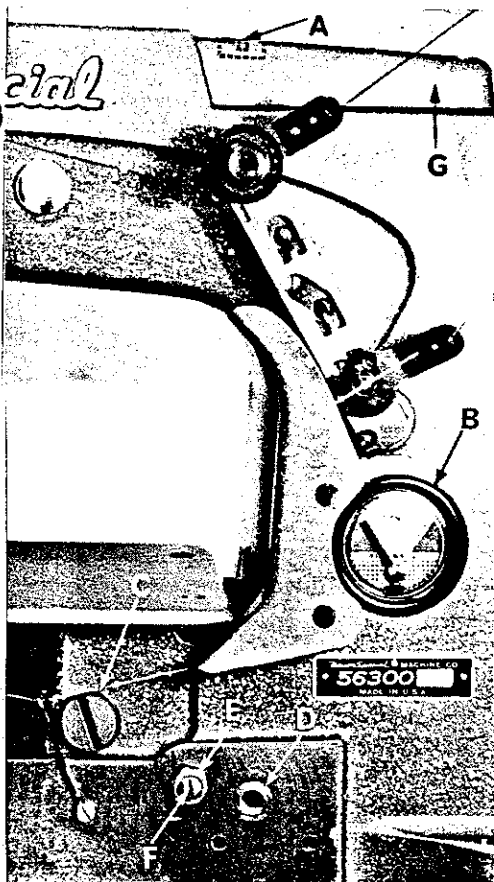
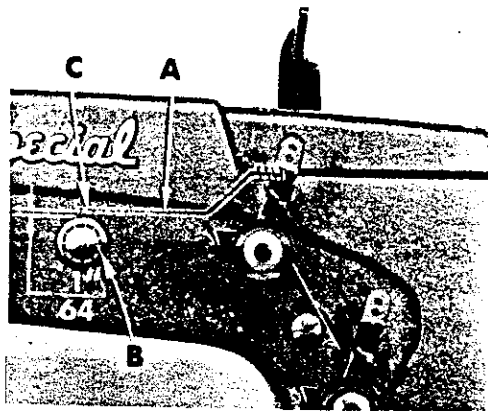

Fig. 2
Fig. 3
Llene el depósito principal por el agujero que tapa el tapón roscado (A, Fig. 2) y revise el nivel de aceite en el indicador (B). Cuando la aguja se encuentra en la línea amarilla indicando "Full" (lleno), el aceite está en su nivel máximo. Cuando la aguja está en la línea amarilla marcando "Low" (bajo), se debe añadir aceite.
- 2.- Quite el tapón roscado del depósito de aceite (C, Fig. 2) e inclina la máquina hacia adelante para sacar el aceite.
- 5.- Llene el depósito principal al nivel de la curva inferior de la chumacera (D, Fig. 2) de la barra del prensador de rodilla.
- 6.- Afloje la contratuerca (E) en el tornillo calibrador (F), y gire el tornillo hacia la izquierda o derecha hasta que la aguja del indicador quede en la línea amarilla marcada "LOW" (bajo).
- 7.- Apriete la contratuerca (E) y reponga el tapón roscado (C).
Quite la cubierta de la cabeza de la máquina y la cubierta superior del espacio del cigüeñal (G, Fig. 2). Rectifique la posición de la aceitera de la palanca (A, Fig. 3) que se encuentra contra la pared por detrás de la fundación del brazo, debajo de la cubierta superior del espacio del cigüeñal, que lubrica el perno pasador (B). Asegurese de que esté inclinado hacia abajo y que su salida (C) toque la pared interior de la pared de fundación en la parte trasera, arriba de la muesca del manguito del perno. (No permita que la aceitera se recargue en la palanca de la aguja). Deje un espacio de $1/64$ " de pulgada (.039mm) arriba de la palanca según se ve en la Fig. 3.